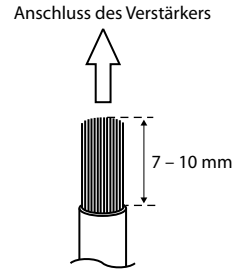

Abb. 8
2. Entfernen Sie 7 – 10 mm der Isolation von den Enden der Kabel. (Abb. 8)